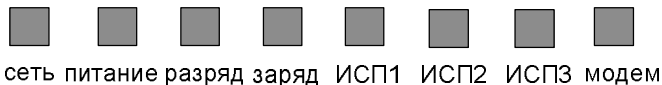

Рисунок 1 – Светодиодная матрица (для многоканального расходомера)
2.6.2 Контроль работы РШ осуществляется при помощи светодиодной линейки, расположенной на его передней панели (рисунок 1).